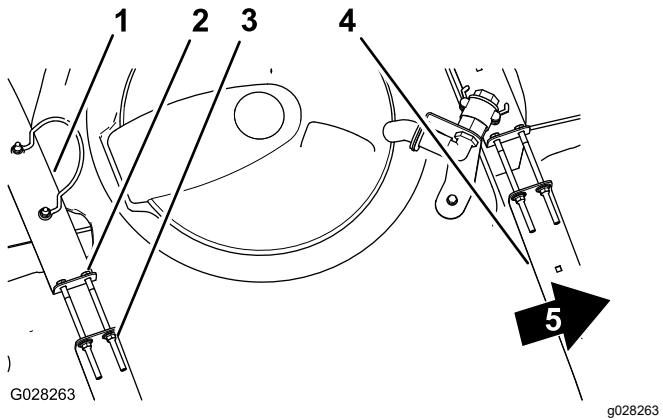

Bild 69
2. Prüfen Sie, ob Sie zwischen den Behälterriemen und dem Behälter eine Bewegung feststellen können (Bild 69).
3. Wenn die Behälterriemen lose am Behälter angebracht sind, ziehen Sie die Sicherungsbundmutter und Schrauben oben an den Riemen an, bis sie mit der Behälterfläche bündig sind (Bild 69).